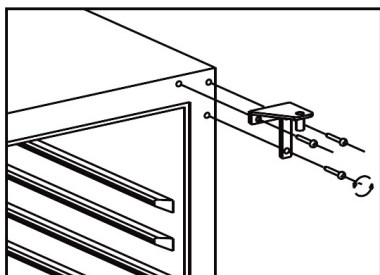

fig. 5.3
- Démontez la charnière supérieure droite et conservez-la. Voir fig. 5.3.